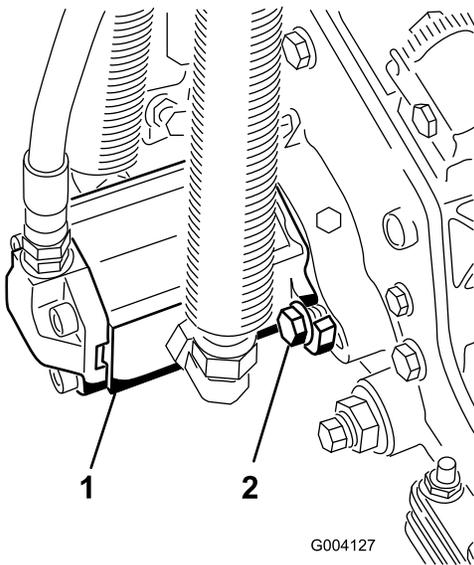

Figura 30
- Montate il motore ruotato in senso orario in modo che le flange del motore non tocchino i bulloni (Figura 30).